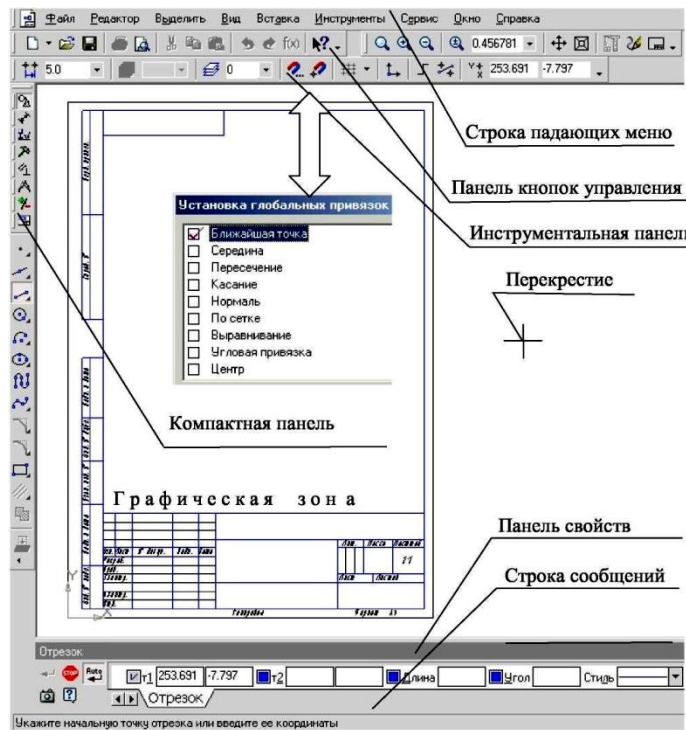

Рис.1.6.-Рабочее окно при вызове документа **Черт**
1. **Чертеж** - основной тип графического документа в системе КОМПАС. Чертеж содержит графическое изображение изделия в одном или нескольких видах, основную надпись, рамку и всегда содержит один лист заданного пользователем формата (рис. 1.6). Файл чертежа имеет расширение **.cdw**.